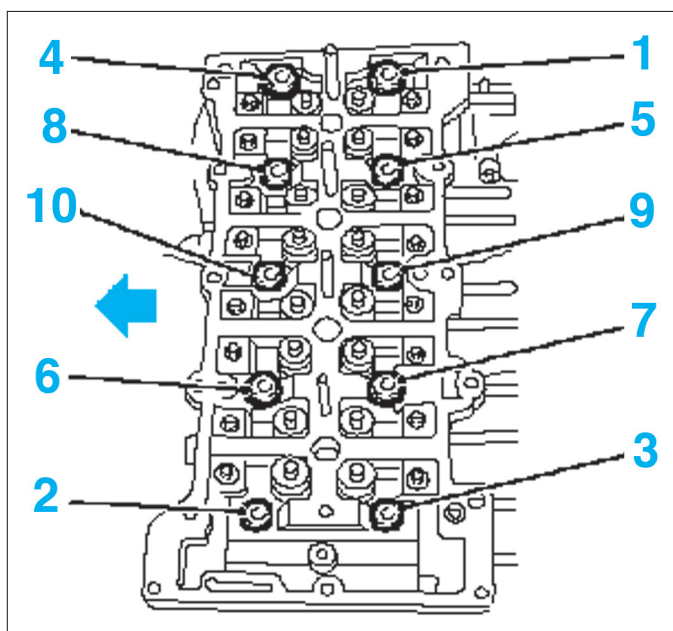

FIG. 28
- les 10 vis de la culasse en respectant l'ordre de desserrage (fig. 28).